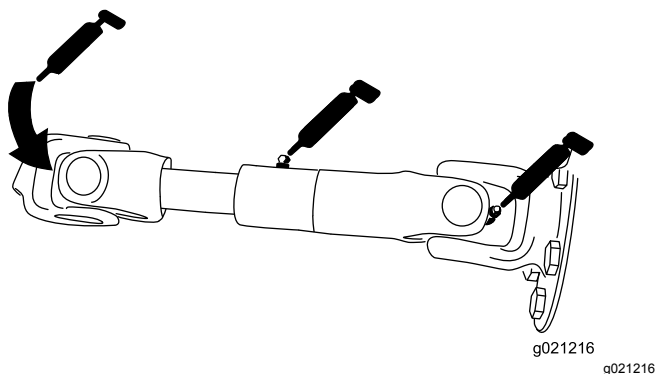

Bild 61
- Pumpenantriebswelle (3) (Bild 61)